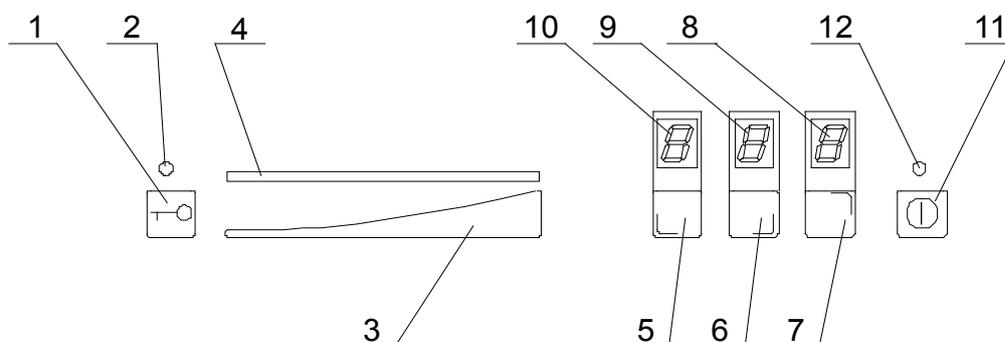

Рис. 2 (панель управления – поз. 7 на рисунке 1)
В передней части варочной панели расположена **сенсорная панель управления** (рис. 2). Она позволяет управлять и контролировать отдельные газовые горелки варочной панели, а также отображает соответствующие сообщения, информирующие о режимах работы варочной панели.
После подключения электричества варочная панель готова к работе, что сигнализируется свечением диода, расположенного возле сенсора, **поз. 11 на рис. 2**;
- после прикосновения пальцем к сенсору главного выключателя, **поз. 1 на рис. 2**, его индикатор гаснет и варочная панель готова к принятию команд. Все три индикатора, **поз. 8, 9, 10 на рис. 2**, в течение **10 секунд** отображают цифру «0». Если по прошествии этого времени не будут предприняты дальнейшие шаги, электроника варочной панели перейдет в режим ожидания, индикаторы погаснут, снова загорится индикатор сенсора выключателя.
Выбор одной произвольной горелки прикосновением к зоне активизации контроллера, поз. 5 или 6, или 7, на рис. 2, и установка ее мощности прикосновением к регулятору мощности/слайдеру, поз. 3 на рис. 2, в диапазоне выше «0» приведет к включению горелки. Это должно произойти до 5 секунд с момента активизации контроллера сенсором включить/выключить, поз. 11 на рис. 2. В случае промедления горелка не включится, и контролер перейдет в режим ожидания, ожидая повторения команды.
- Прикоснуться пальцем к сенсору «включить/выключить», поз. 11 на рис. 2 в зонах 8,9,10 загорятся индикаторы «0». Повторно прикасаясь пальцем к сенсору, соответствующему выбранной горелке, рис. 2, согласно потребностям и обозначениям на конфорке, приступите ко второму этапу настройки горелки, т.е. перемещая палец в области слайдера/регулятора, поз. 3 на рис. 2, установите требуемую мощность конфорки. В это время дисплей регулятора мощности, поз. 4 на рис. 2, отобразит линию диодов, а в ранее обозначенной зоне отобразится цифровое сообщение в пределах от 0 до 9, информирующее о значении установленной мощности. Удлинение линии диодов и отображение все большего значения сообщения указывает на увеличение мощности горелки и, наоборот, перемещением пальца в направлении «ключика» мощность уменьшается. Одновременно линия светящихся диодов сокращается, и отображаются все меньшие значения, достигающие «0». Цифра «9» соответствует максимальной мощности нагрева горелки, цифра «0» - отсутствию заданной мощности.
- После каждого изменения настроенной мощности выбранной горелки линия диодов загорается и мгновение спустя гаснет, и отображается только измененный уровень мощности включенной горелки. После включения всех горелок в соответствующей очередности отображается их настроенная мощность, а линия, **поз. 4 рис. 2**, не светится. Горелки, не включенные в зоне котроллера, соответствующей горелке, обозначенной на панели, остаются погасшими, не светятся.
Чтобы выключить какую-либо из работающих горелок, следует прикоснуться к соответствующему сенсору, а затем переместить палец по шкале в направлении «ключика», снижая мощность горелки до «0» (прекращение подачи газа). Во время выполнения этой операции загорается линия диодов /**поз. 4 рис. 2**/, отображающая уровень мощности, и изменяются цифры с ранее настроенного уровня до уровня «0». После достижения позиции «0» горелка гаснет, а контролер переходит в состояние готовности к возобновленной работе, мгновение спустя появляется буква «Н», сигнализирующая, что панель над выключенной горелкой является горячей.
- прикоснуться к сенсору /ключик/ пальцем, **поз. 1 рис. 2**, как минимум два раза в течение 2 секунд, два коротких нажатия заблокируют котроллер,
- свечение сигнализационного диода и звуковой сигнал, **поз. 2 рис. 2**, сигнализируют режим блокировки котроллера, одновременно раздается длинный звуковой сигнал. Контролер варочной панели не реагирует на команды, за исключением изменения состояния блокировки.
- прикоснуться к сенсору пальцем, **поз. 1 рис. 2**, дважды в течение 2 секунд,
- сигнализационный диод (**поз. 2 рис. 2**) перестанет светиться, блокировка выключится и раздается звуковой сигнал.